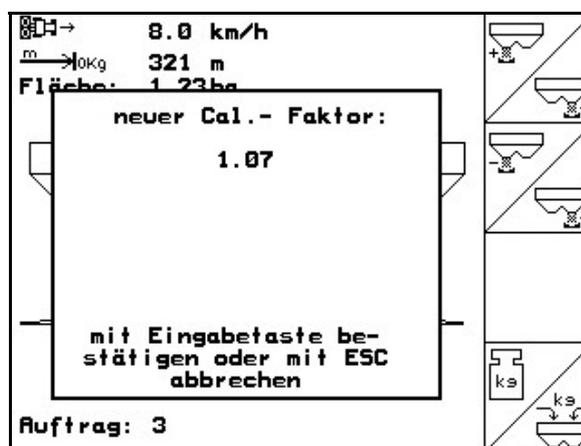

Fig. 58
8. Le nouveau facteur d'étalonnage s'affiche et est confirmé avec la fonction  ou rejeté avec la fonction  (Fig. 58).